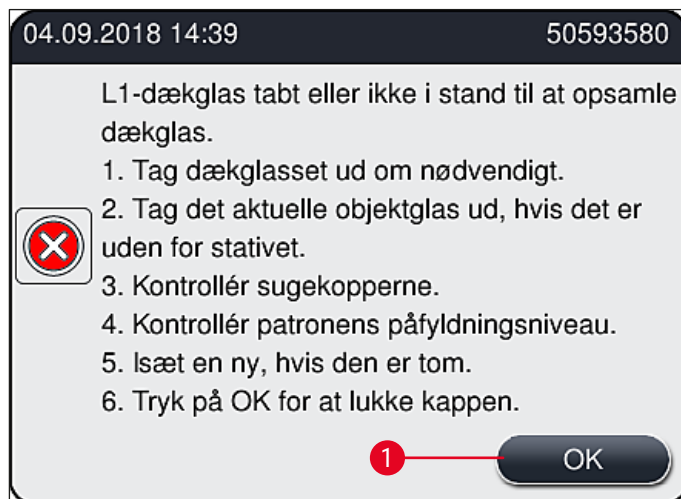

Fig. 111
Hvis **Pick&Place-modulet** mister et dækglas under transport til objektglasset, eller hvis **Pick&Place-modulet** ikke kan fjerne et dækglas fra dækglasskassetten efter 3 forsøg, får brugeren besked om dette via en fejlmeddelelse (→ Fig. 111).
- ① Hvis denne meddelelse (→ Fig. 111) vises, skal brugeren først kontrollere, om et dækglas er blevet tabt under transport til objektglasset, eller om **Pick&Place-modulet** ikke var i stand til at tage et dækglas fra dækglasskassetten.